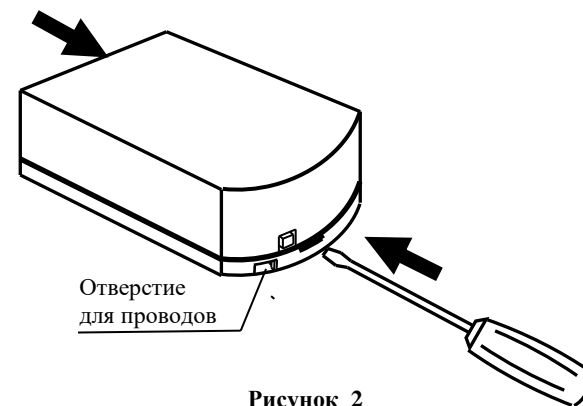

Рисунок 2
- вставить лезвие отвертки в паз на овальной стенке основания (Рис. 2);
- удерживая основание, нажать на крышку до щелчка (Рис.2);
6.2.2 Сформировать с помощью бокорезов отверстие для проводов (Рис.2).